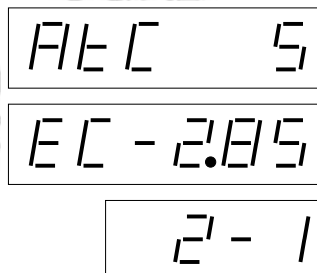

Рис. 12 Отображение установки АТС и
7. Установка температурной калибровки АТС для соответствующего пистолета обозначается текстом AtC. Установка электронной калибровки измерительного устройства соответствующего пистолета обозначается текстом ЕС *см. рис. 12*.